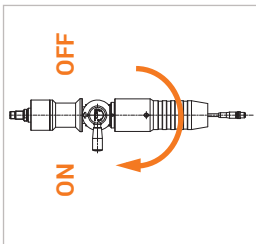

Abbildung 14
- ▶ Drehen Sie den Betätigungshebel (Pos. 3) der Füllkupplung vollständig um 180° in die ON-Position (Abbildung 14). **Wenn sich der Betätigungshebel nicht leicht drehen lässt**, nehmen Sie den WEH® Servicenippel nochmals heraus und setzen ihn erneut ein.